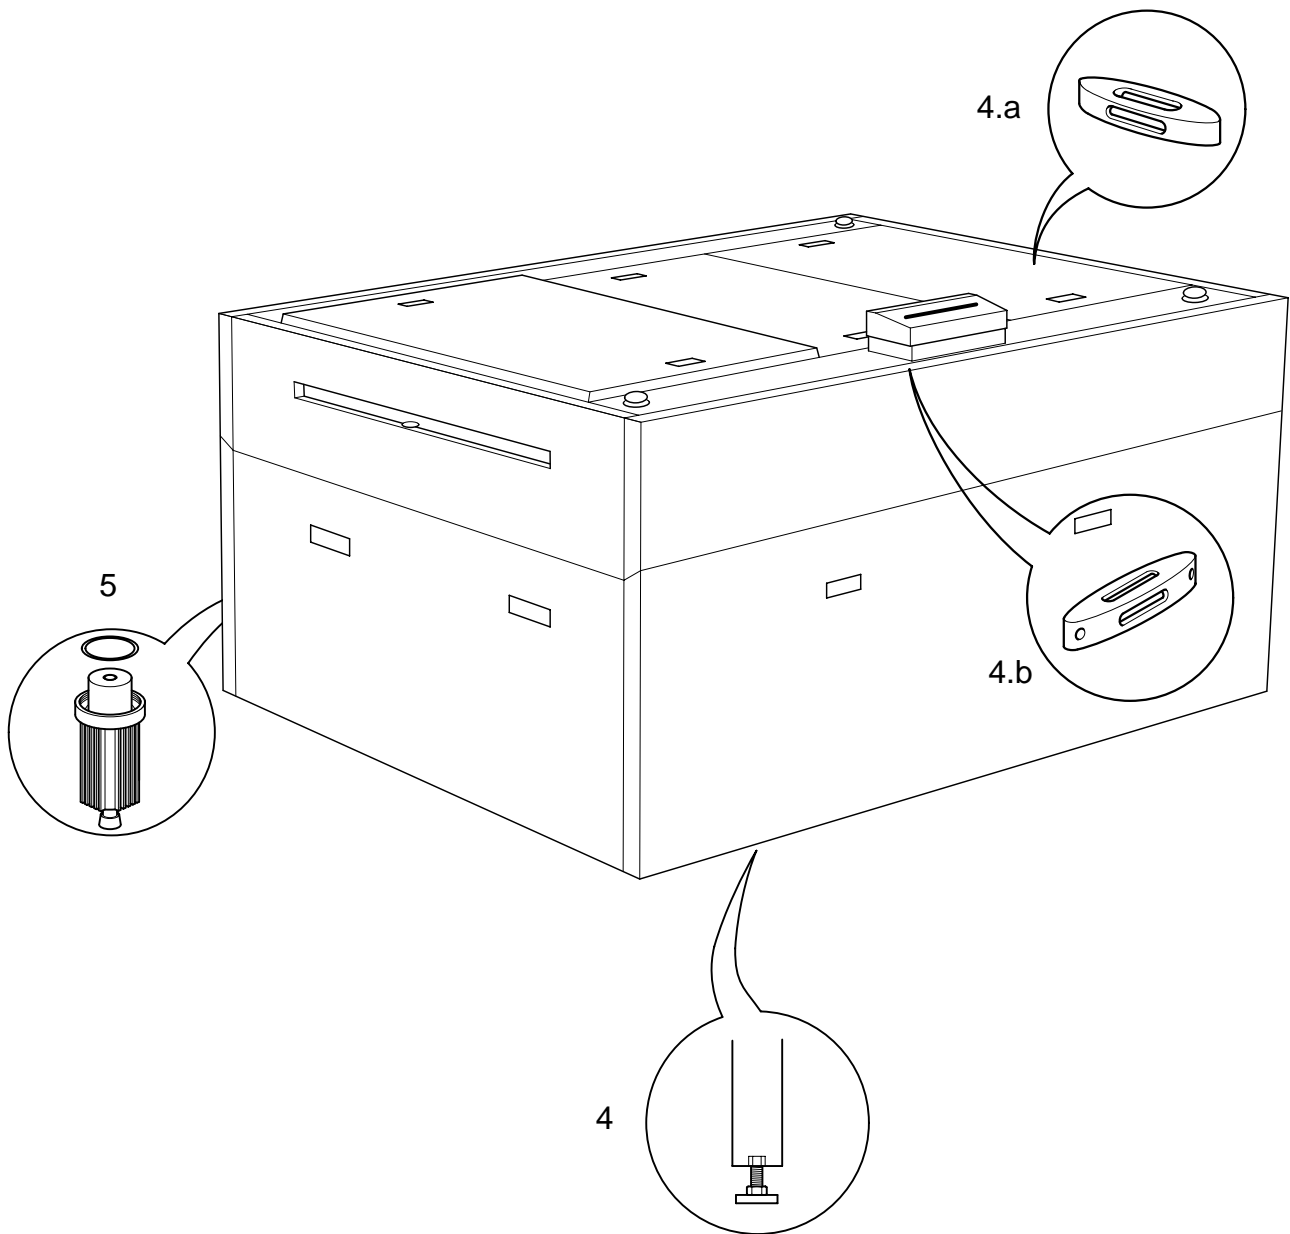

Abb. 4.1
- a. Die Wasserwaage auf die obere Antriebswalze (Gummierung) legen und von rechts nach links fluchten (siehe Abb. 4.1, Seite 10).
- b. Die Wasserwaage oben auf die Behälterseite legen und von vorne nach hinten fluchten (siehe Abb. 4.1).
5. Den Entwicklerfilter, O-Ring und Filtereinsatz einsetzen (siehe Abb. 4.1)